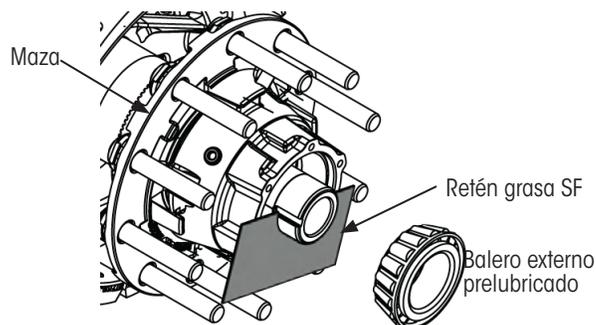

Figura 10: Aplicación de retén de grasa SF
3. Con la maza soportada en su posición, como se muestra en la Figura 10, **coloque y sostenga** el retén de grasa SF de manera que cubra la mitad inferior de la abertura de la maza.